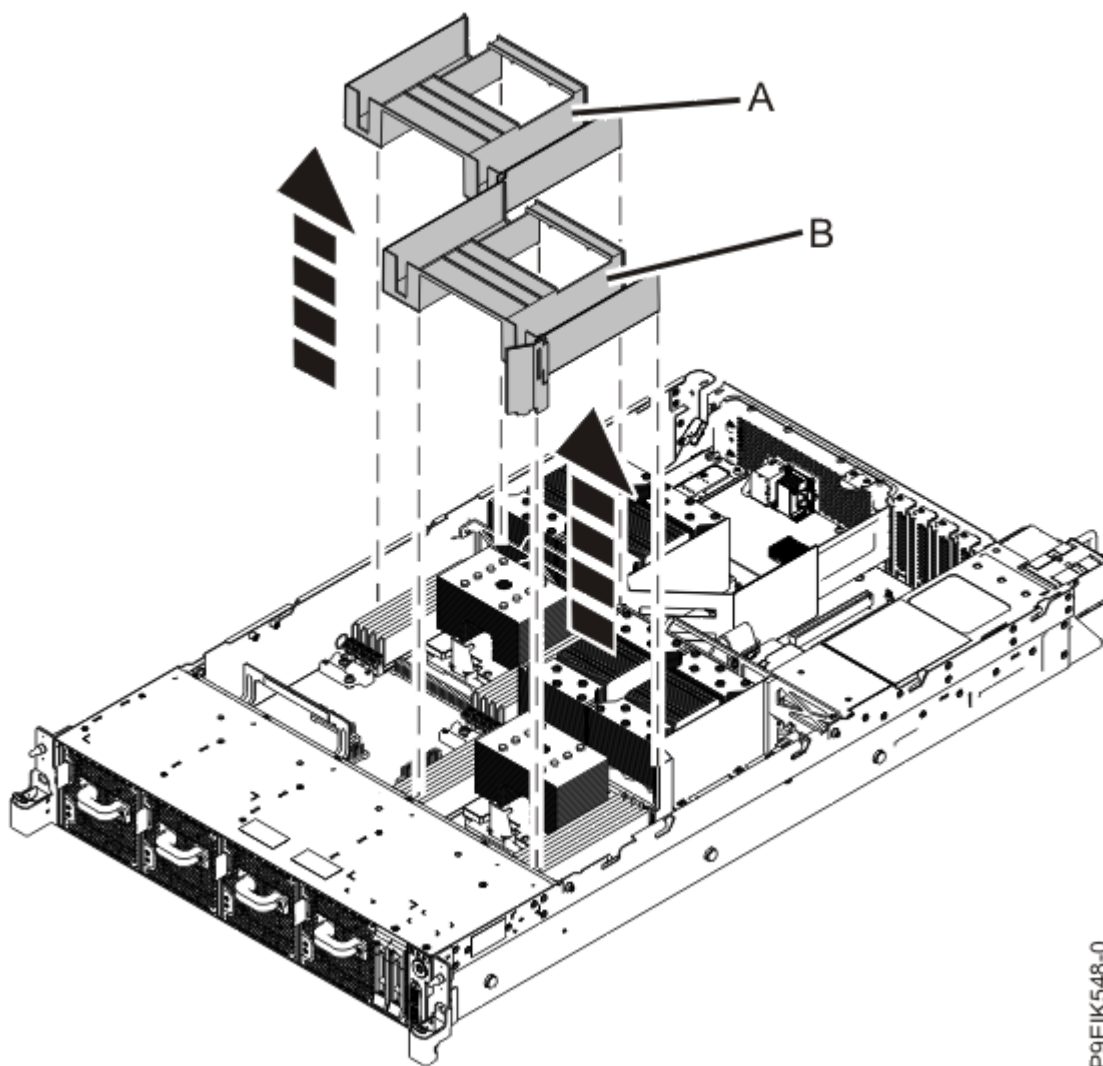

Figura 7. Extracción de los deflectores de aire del procesador del sistema
6. Extraiga los deflectores de aire (A) y (B), tal como se muestra en la Figura 7 en la página 13.